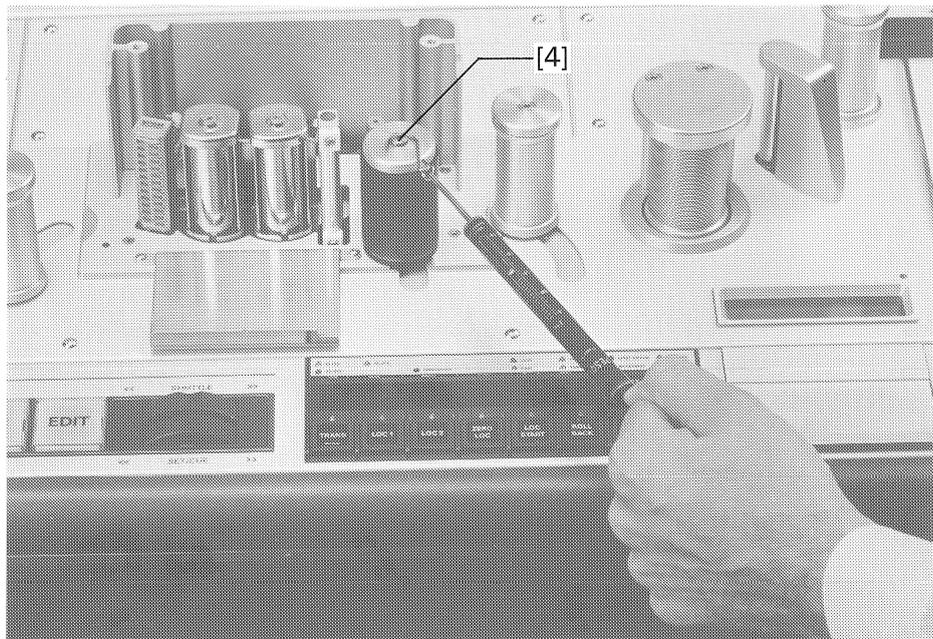

Fig. 26 Messen der Andruckkraft
- Schraube [4], Fig. 26 auf dem Andruckrollendeckel leicht herausdrehen